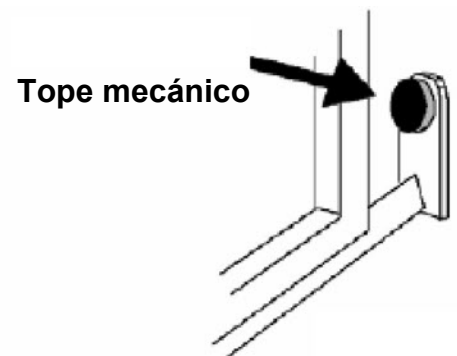
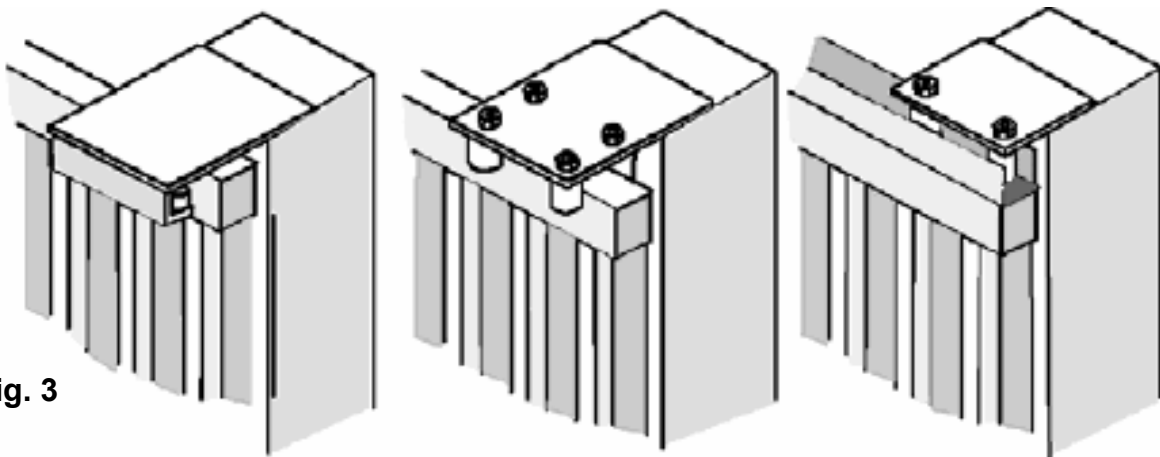

Fig. 2
Fig. 3
- Antes de proceder al montaje del automatismo controlar el buen funcionamiento de la cancela. Asimismo es conveniente verificar que la guía de desplazamiento a tierra ( **Fig. 1**) no presente malformaciones, que se encuentre perfectamente nivelada y que el tope mecánico en apertura esté presente ( **Fig. 2**), para evitar que la cancela salga de las guías superiores ( **Fig. 3**).
- Verificar que la guía de desplazamiento superior ( **Fig. 3**) esté fijada firmemente y que la cancela se desplace libremente.
Quitar la carcasa superior, desatornillar los tornillos **A** y quitar la carcasa **B**, pasar los cables por el motoreductor como en (**fig.2**)
Fijar firmemente la cremallera en la cancela, dejando una distancia de 2 a 3 mm. desde el piñón del motor (**Fig.3**).